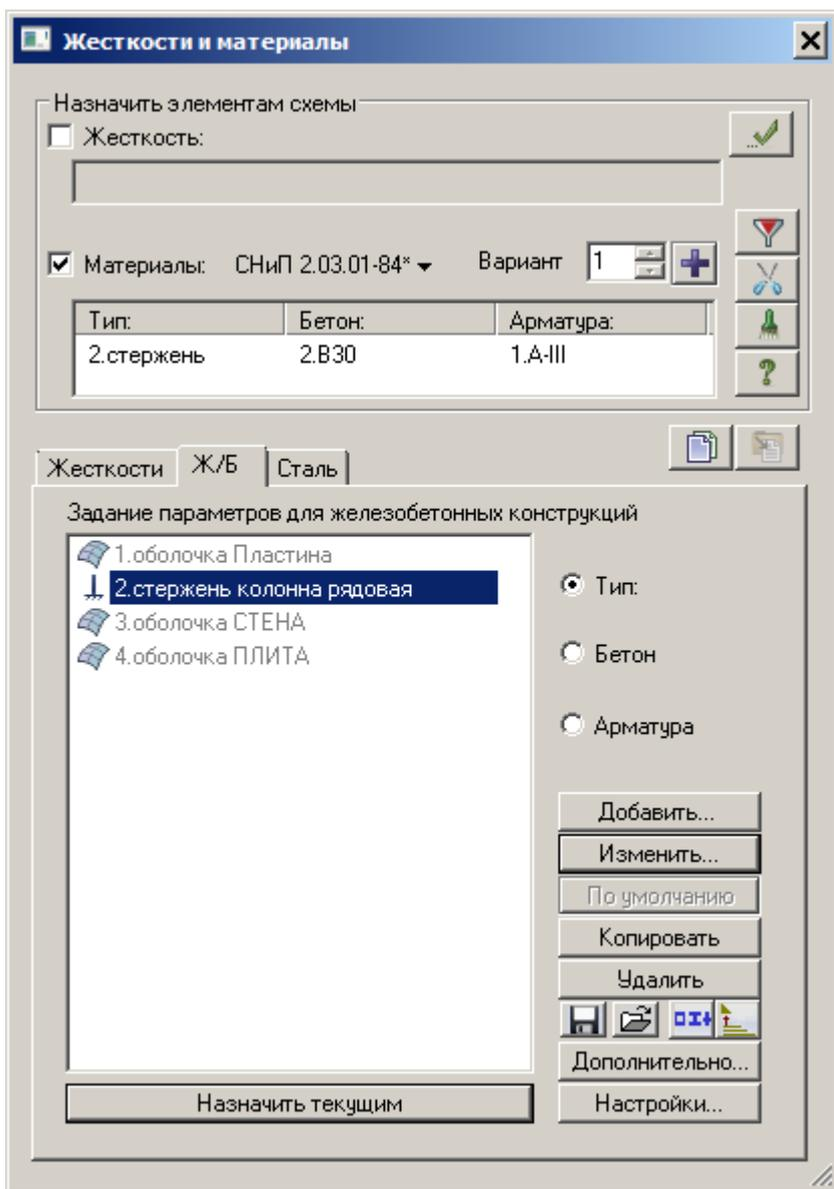

Рис.6.32. Диалоговое окно Жесткости и материалы
- Щелчком по кнопке  - **Ж/Б** (панель **Конструирование** на вкладке **Создание и редактирование**) вызовите диалоговое окно **Жесткости и материалы** (рис.6.32).